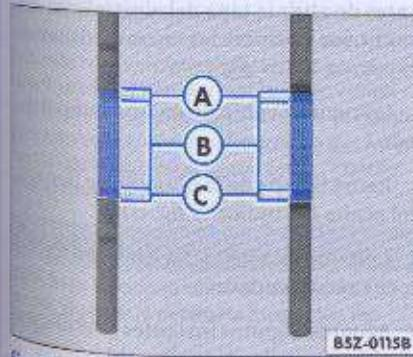

Fig. 110 En el vano motor: varilla de medición del aceite de aceite
- Retire nuevamente la varilla del aceite y controle el nivel del aceite en la extremidad inferior de la varilla → página 169, fig. 110.
Si el nivel del aceite se sitúa en el área → página 169, fig. 110 A, no debe reabastecerse de aceite.
Así que el nivel del aceite alcance por lo menos el área A → página 169, fig. 110, cierre cuidadosamente la tapa de la boquilla de llenado.